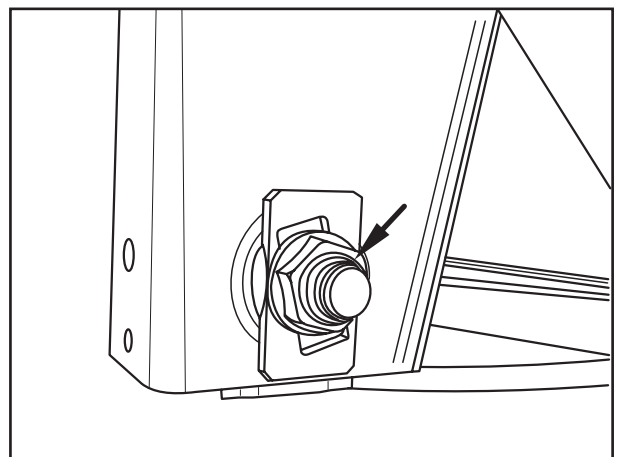

Fig. 3
- [7] Sicherungsmuttern (Fig. 3/Pfeil) vom Federbolzen abschrauben und Scheibe, bei verstellbarer Stütze mit Kulissenscheibe abnehmen.
- [7] Unscrew the spring pivot bolt lock nut (Fig. 3/arrow) and remove the washer on the adjustable hanger bracket with connecting link disc.
- [7] Dévisser l'écrou de sûreté (fig. 3/flèche) du boulon de ressort et enlever la rondelle pour des mains réglables enlever la cale à coulisse.